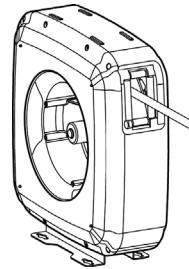

FIG 9.
5. Pull the hose hard enough to release the latch, and slowly allow the hose to retract (Fig. 9).
5. Släpp spärren genom att dra i slangen och låt den sakta rulla upp sig på trumman (Fig. 9).